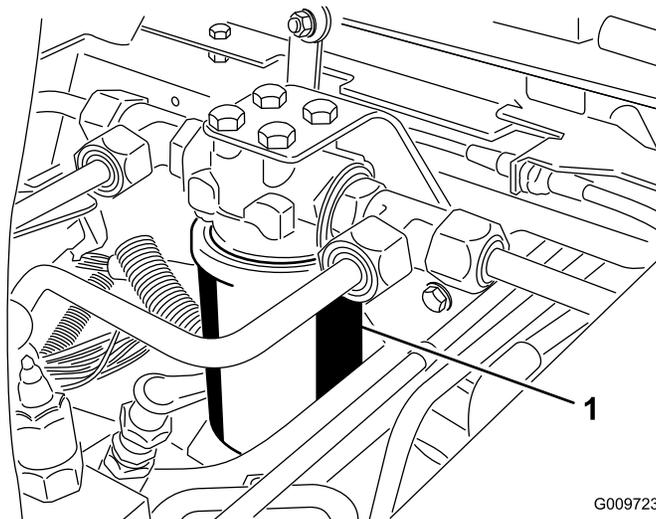
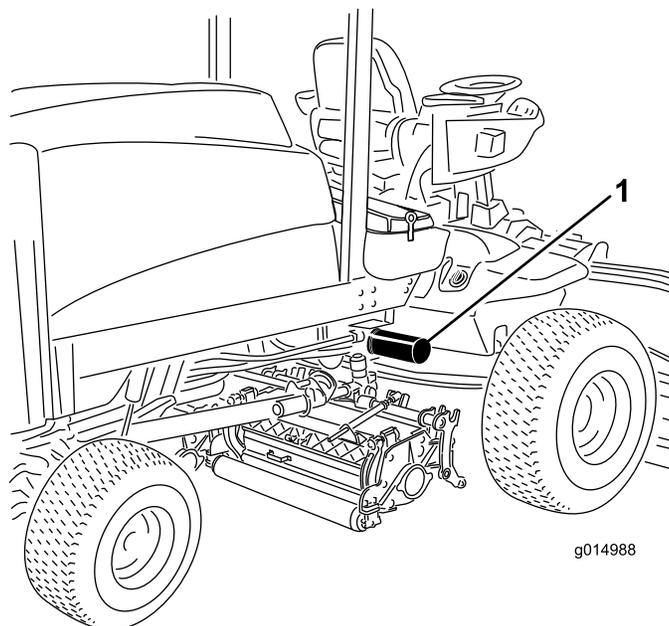

Figure 81
Figure 82
2. Nettoyez la zone autour de la surface de montage du filtre. Placez un bac de vidange sous le filtre et déposez le filtre (Figure 81 & Figure 82).